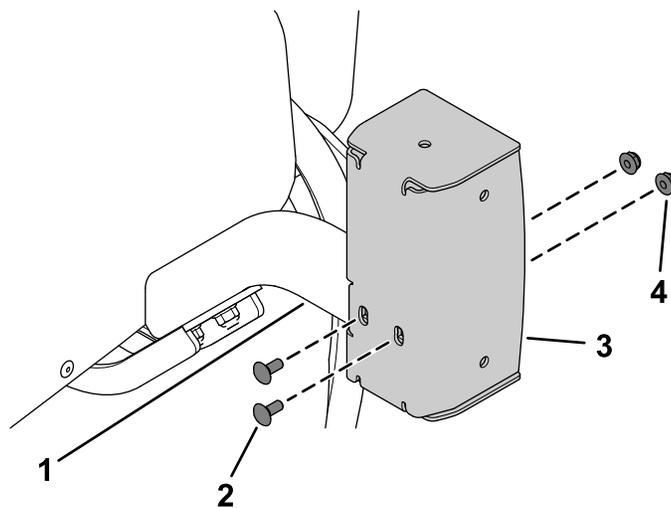

Figure 20
6. Fixez le boîtier d'éclairage gauche et le boîtier d'éclairage droit aux supports courts gauche et droit à l'aide de 4 boulons de carrosserie (1/4 x 5/8 po) et 4 contre-écrous (1/4 po), comme montré à la Figure 20.